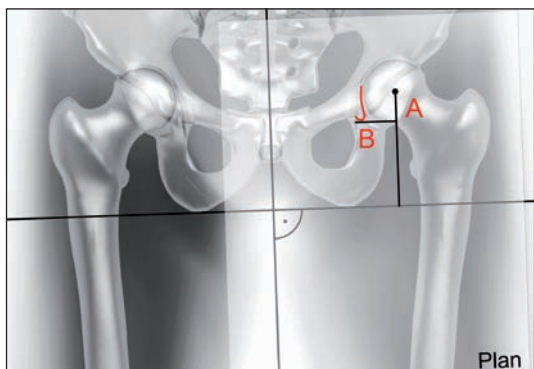

Fig. 1
- Tracciare una linea parallela B, limitata medialmente dalla «U» radiografica (goccia) (Fig. 1).